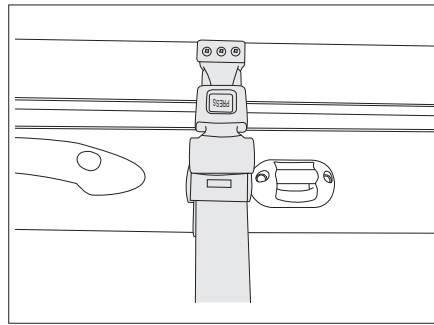

Fig. 95 Cinturón de seguridad
- Soltar el cinturón de retención (Fig. 95).
- Colocar el cinturón de retención (Fig. 95).